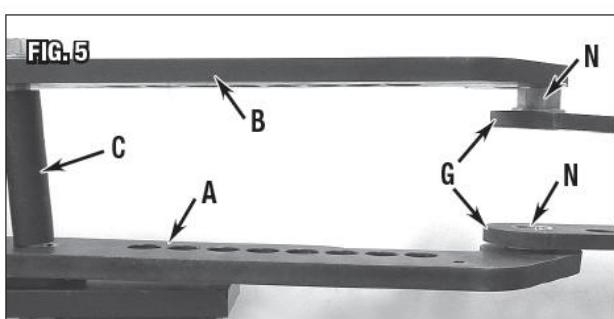

Рис. 5
1. Отвернуть две гайки M18 на концах болтов M18 и развести верхнюю и нижнюю пластины рамы (A) и (B) так, чтобы втулки сдвинулись в отверстиях большого диаметра 32 мм до их фланцев (Рис. 5).
2. Вставить ось шарнира (R) Ø1"x6-1/2" [Ø25x165 мм] в обе втулки.
3. Потянуть верхнюю и нижнюю пластины рамы вместе с внутренним болтом, оставляя внешний M18 болт и распорную втулку Ø1"x4" [Ø26x102 мм] (Рис. 5).